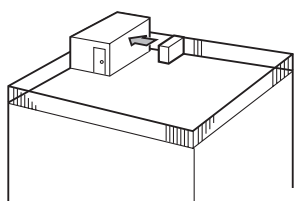

Fig. 2-4
- ① Ustawić wylot powietrza w kierunku najbliższej ściany, zachowując odległość ok. 50 cm. (Fig. 2-4)